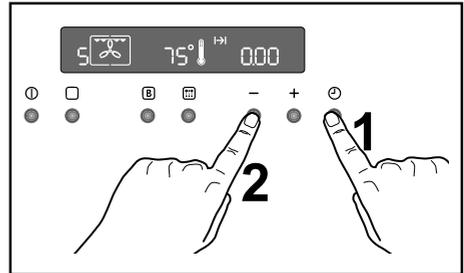

Рис. 10
- Нажимайте кнопку “-” чтобы уменьшить время, пока не появится “0.00” (Рис. 10).